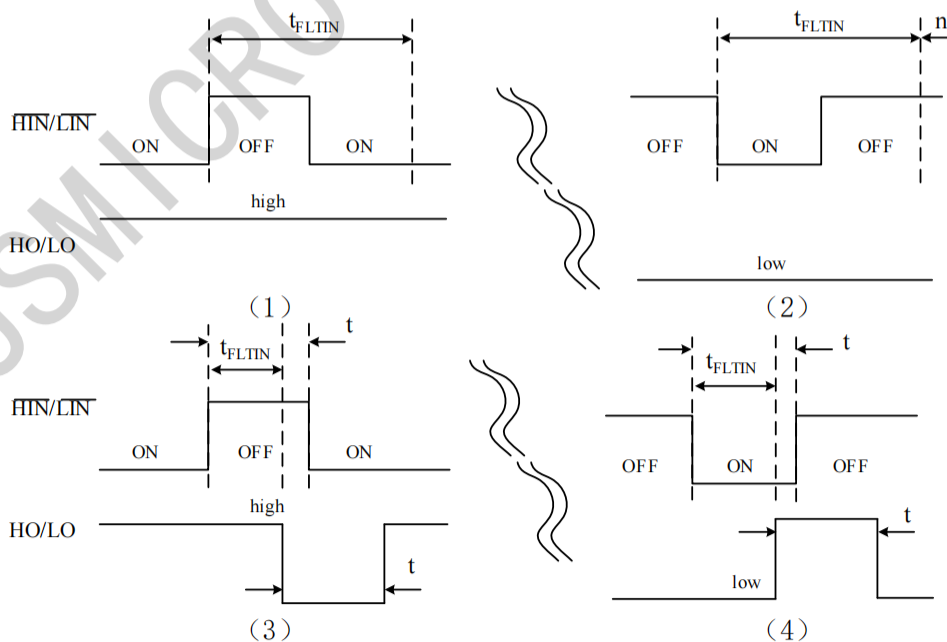

图 7-2 输入滤波波形定义
SDH2136包含有三路独立的半桥信号输入端口用于接收来自主控的控制信号，不互相干扰。每路半桥的高侧与低侧之间有互锁功能，保证同相位高侧与低侧的输出不会同时为高电平。且高侧与低侧信号之间存在内置的死区时间，有效避免了输出信号重叠导致的严重故障。信号输入端口采用边沿触发的方式，因此在触发保护后，需要给出下一个触发沿信号，输出才会产生变化。每个信号输入端口均通过一个 40KΩ 的电阻上拉至内部基准 VDD，浮空时将被置为高电平输入。每个信号输入端口（包括 EN 使能端口）均包含有滤波功能，不会被低于滤波时间的脉冲触发，当包含滤波功能的端口输入信号发生变化时，其持续时间小于输入滤波时间，输出端口均不受到影响产生变化。当输入信号变化持续时间大于输入滤波时间，输出端口则随输入信号发生改变，并与其保持同等时间，如图 7-2 所示：
(1) 当输入正脉冲信号时，且该脉冲信号宽度小于滤波宽度 ( $t < t_{FLTIN}$ )，如图 7.2(1)所示。输出信号不发生变
(2) 当输入正脉冲信号时，且该脉冲信号宽度大于滤波宽度 ( $t > t_{FLTIN}$ )，如图 7.2(3) 所示。输出信号发生变化，触发一个持续时间为  $t$  (同输入脉宽时间) 的低电平后恢复高电平；
(3) 当输入负脉冲信号时，且该脉冲信号宽度小于滤波宽度 ( $t < t_{FLTIN}$ )，如图 7.2(2) 所示。输出信号不发生变化，持续为低电平；
(4) 当输入负脉冲信号时，且该脉冲信号宽度大于滤波宽度 ( $t > t_{FLTIN}$ )，如图 7.2(4) 所示。输出信号发生变化，触发一个持续时间为  $t$  (同输入脉宽时间) 的高电平后恢复低电平。